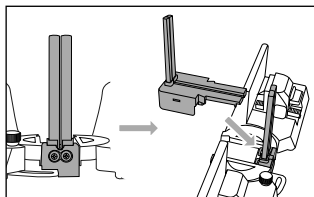

Fig. 6
- ◆ Coloque el elemento guía para el corte A **9** desde arriba en el alojamiento previsto para ello (consulte la fig. 6). En un primer momento, el elemento guía para el corte A **9** queda colocado de forma inestable.
- ◆ Coloque el elemento guía para el corte B **10** desde arriba hasta que encastre en el alojamiento previsto para ello (consulte la fig. 6).